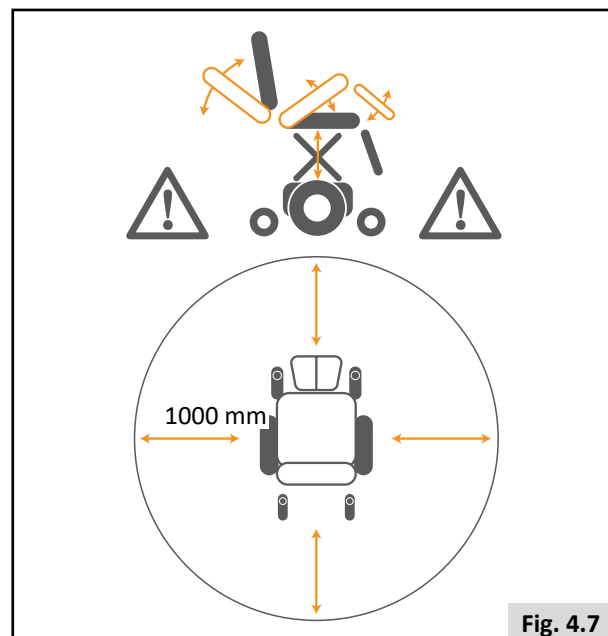

Fig. 4.7
- Como é o caso de todas as peças móveis, cuidado para não entalar os dedos, (Fig. 4.7).